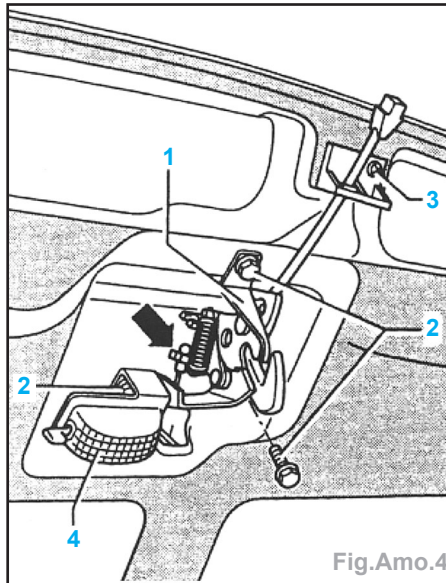

Fig.Amo.4
- Déclipser l'éclairage du compartiment-moteur (4) (suivant la version) (Fig.Amo.4).